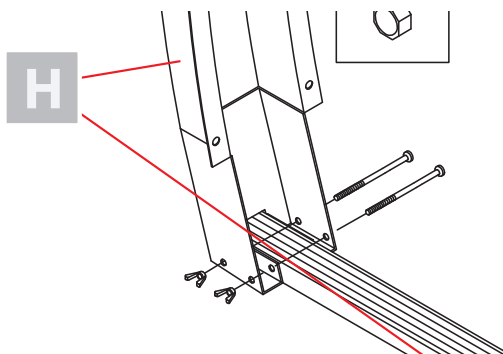

Bild 4: unteren Teil des Tragarms befestigen
Bild 4 zeigt die Montage des unteren Tragarmteils.
1. Verschrauben Sie den oberen und unteren Tragarmteil miteinander, so wie es in Bild 4 (oben) zu sehen ist.